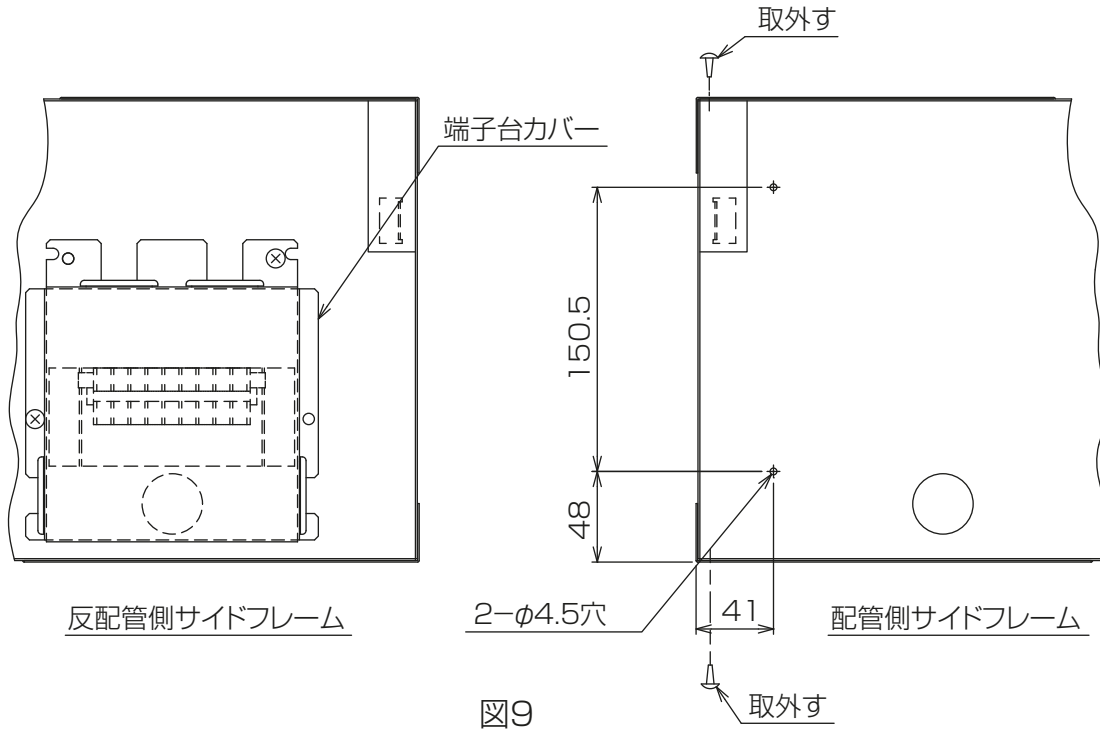

図9
- (1) 反配管側サイドフレームの端子台カバーを取外してください。[図9] (端子台カバーは取付作業終了後に元通り取付けますので、無くさないようにしてください。)
- (2) 配管側サイドフレームの図9の位置に $\phi 4.5$ 穴が開いているか確認してください。開いていない場合は $\phi 4.5$ 穴を追加してください。また、図9の位置にある取付ネジ2本を取外してください。